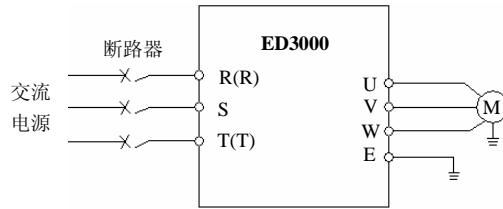

图 3-3 主回路简单配线
- (1) 接线前,确保已完全切断电源 10 分钟以上,否则有触电危险。
- (2) 严禁将电源线与变频器的输出端 U、V、W 连接。
- (3) 变频器本身机内存在漏电流,为保证安全,变频器和电机必须安全接地,接地线一般线径为 3.5mm² 以上铜线,接地电阻小于 10Ω。
- (4) 变频器出厂前已通过耐压试验,用户不可再对变频器进行耐压试验。
- (5) 变频器与电机之间不可加装电磁接触器和吸收电容或其它阻容吸收装置,如图 3-3。
- (6) 为提供输入侧过电流保护和停电维护的方便,变频器应通过中间断路器与电源相连。
- (7) 继电器输入及输出回路的接线(DI1~DI6、DO1、DO2),应选用 0.75mm² 以上的绞合线或屏蔽线,屏蔽层一端悬空另一端与变频器的接地端子 E 相连,接线长度小于 50m。